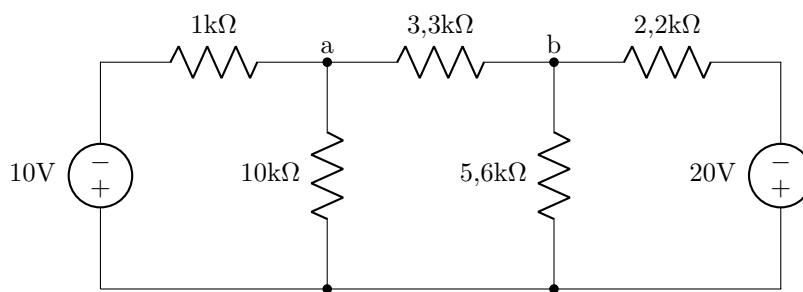

Figura 6.1: Circuito para el análisis de mallas y superposición.
- a. Haga las conexiones necesarias para armar en una protoboard el circuito de la Figura 6.1.